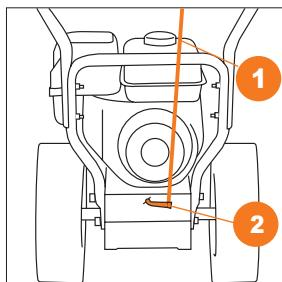

Рис. 9
- Присоедините штангу рычага выбора передач ① к кронштейну привода ② расположенного в нижней части снегоуборочной машины и зафиксируйте шплинтом (Рис. 9).